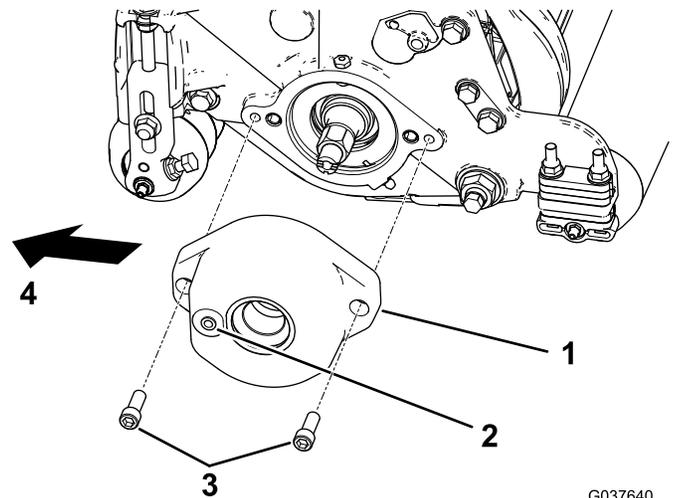

图 4
- 对于仅适用于带 17.8cm 滚刀组的 Reelmaster 5010 机器的 133-0158 型号套件用 2 个六角螺栓 3/8 x 1 英寸将滚筒刷架安装到滚刀轴承座上请参阅 图 4。